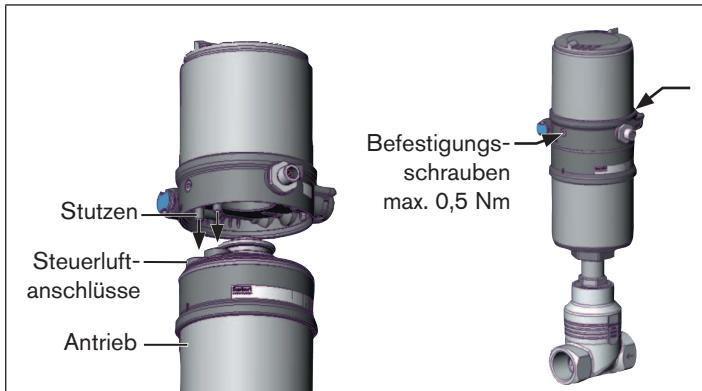

Bild 5: Montage Positioner, Reihe 2103, 2300 und 2301
2. die Stutzen des Positioners in die Steuerluftanschlüsse des Antriebs (siehe „Bild 5“) hineinfinden.